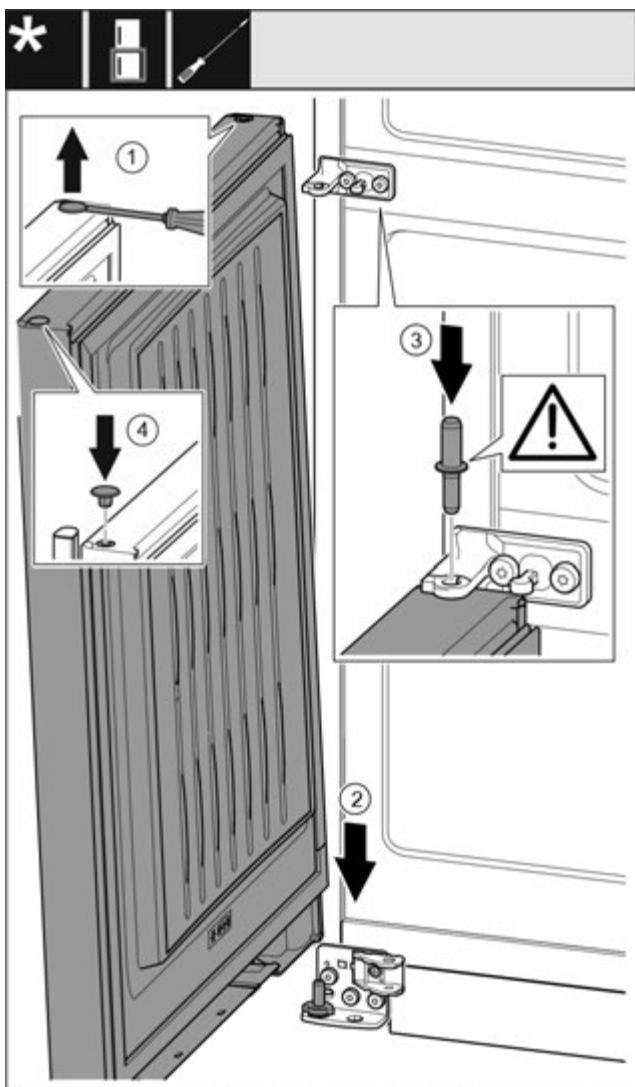

Fig. 41
- За допомогою шліцевої викрутки обережно підніміть пробку та витягніть її. Fig. 41 (1)
- Встановіть дверцята зверху на нижній опорний гвинт. Fig. 41 (2)
- Середній опорний гвинт встановіть в нижні дверцята через середній опорний кронштейн. При цьому виступ фіксатора повинен бути спрямований назад. Fig. 41 (3)
- Знову вставте пробку з іншого боку дверцят. Fig. 41 (4)